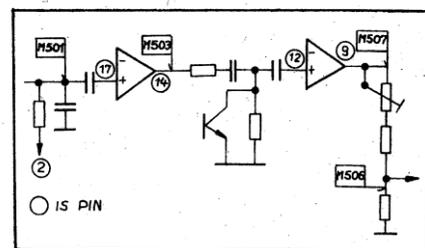

Bild 5
- Mit R_{1527} ist am Meßpunkt 506 die gleiche Spannung einzustellen, wie an XM 556 (s. Bild 5).